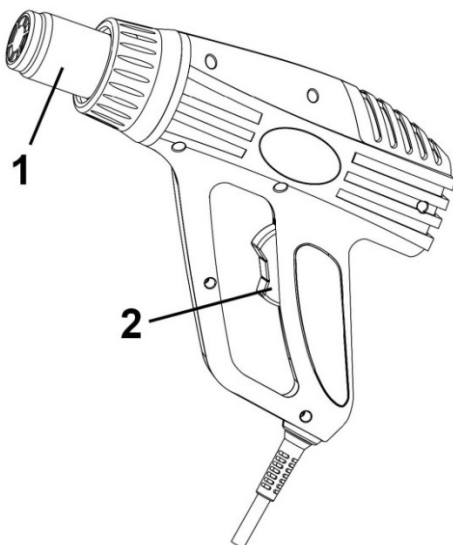

Рисунок 1
2.2.1 Конструкція виробу вміщена в корпус з термостійкого пластику і складається з наступних основних частин: нагрівального блоку в складі нагрівального елемента спірального типу в термоізолюючому кожусі з вихідним сталевим соплом нагрітого повітря (1); компресорного блоку у складі колекторного двигуна змінного струму з відцентровим повітряним компресором; перемикач/вимикач температурних режимів (2), – згідно рис.1. Електрична частина виробу складається з колекторного однофазного електродвигуна змінного струму, перемикача електроструму, електронного блоку управління з регулятором температури, з'єднувальних проводів і мережевого шнура. Захист від ураження електричним струмом користувача у виробу відповідає класу II за ДСТУ EN 61140:2015.